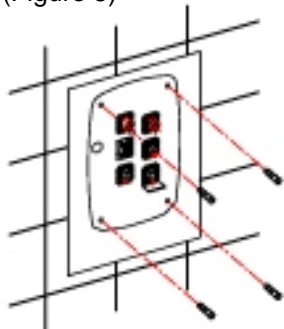

Figure 4
- Percer quatre trous de 0.31" (4 mm) de diamètre dans le mur, en utilisant le patron fourni (Figure 4).